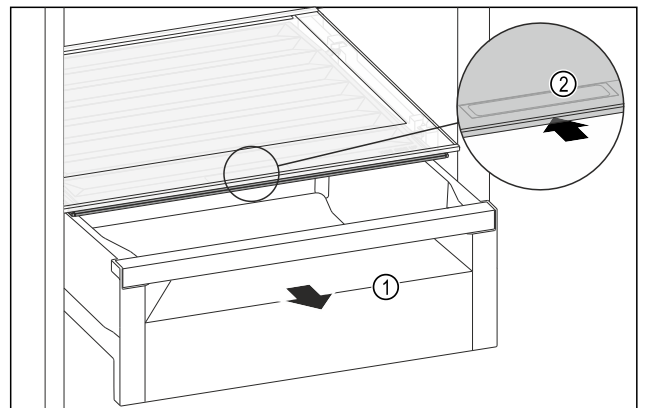

Fig. 105
- ▶ Извлеките выдвижной ящик *Fig. 105 (1)*.
- ▶ Возьмитесь за утопленную ручку *Fig. 105 (2)* на крышке отделения и одновременно введите крышку отделения назад.